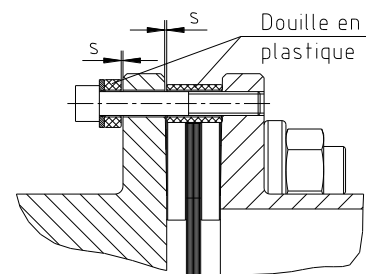

Fig. 22: jeu axial réduit
- Après le montage final de l'entretoise, remontez les vis et douilles pour le jeu axial réduit (voir fig. 22). Prenez en compte la cote S de jeu axial selon plan. Pour cela, respectez le jeu axial S selon la fiche technique.